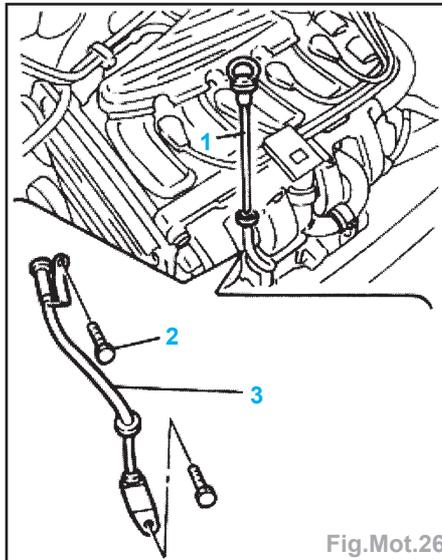

Fig.Mot.26
- le tube de jauge à huile moteur (Fig. Mot.26),